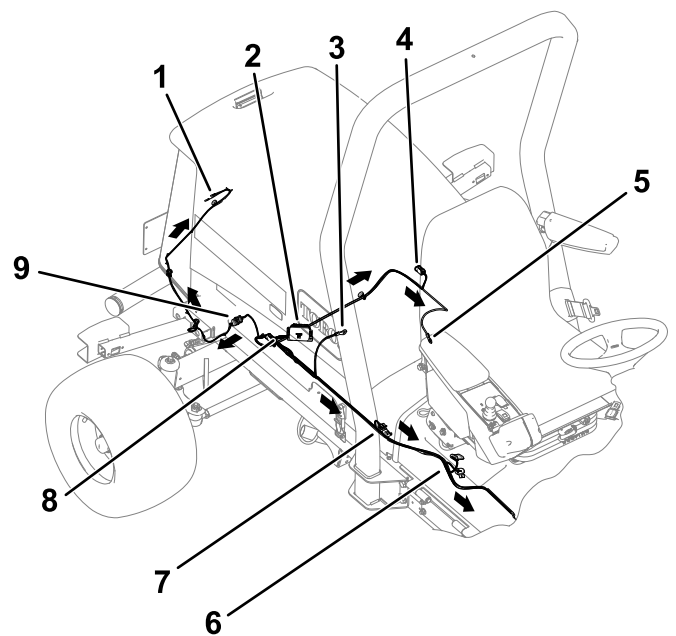
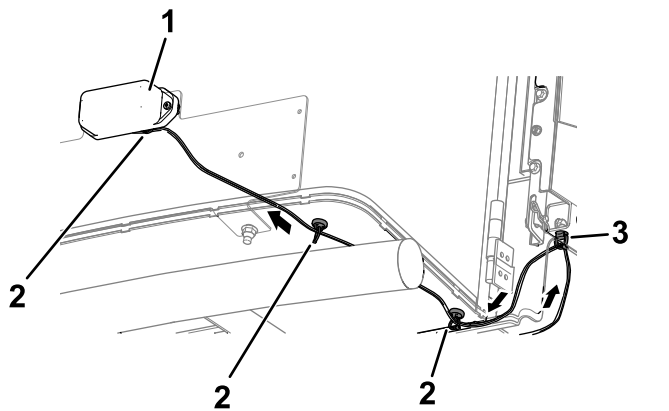

Bild 16
Bild 18
5. Verlegen Sie den Kabelbaum zur linken Seite der Maschine, wie in Bild 16 abgebildet.
6. Schließen Sie das Motorerdkabel des Kabelbaums am Erdungsblock an (Bild 16).
7. Schließen Sie den Kabelbaum an den rechten und linken Rücklichtern an (Bild 16).
9. Schließen Sie den langen Adapterkabelbaum an den Lampen des Nummernschilds an. (Bild 16 und Bild 18).
In **Bild 18** finden Sie die entsprechende Stelle für die Befestigung des Magnetverbindungsstücks an der Maschine. Platzieren Sie einen Magnet an der Innenoberfläche der Nummernschildbefestigung. Verlegen Sie den Adapterkabelbaum durch den Kabelbinderclip, den Sie im vorherigen Schritt eingesetzt haben.
10. Verlegen Sie den Kabelbaum entlang der rechten Rahmenschiene (**Bild 16**).
11. Schließen Sie den Kabelschuh am Anlasser an (**Bild 16**).
12. Schließen Sie den Kabelbaum an der Rundumleuchte an (**Bild 16**).
13. Schließen Sie den Kabelbaum am Neutralschalter an (**Bild 16**).